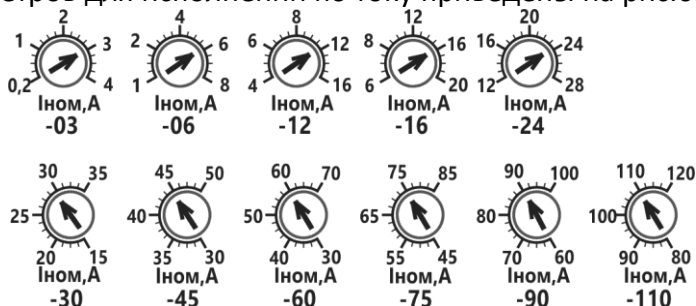

Рисунок 6 Диапазоны настройки **Ином**
1.7.2 Потенциометр «**Ином,А**» используется для настройки номинального тока электродвигателя, который используется в качестве базового для функций защит электродвигателя. Диапазоны настройки потенциометров для исполнений по току приведены на рис.6.